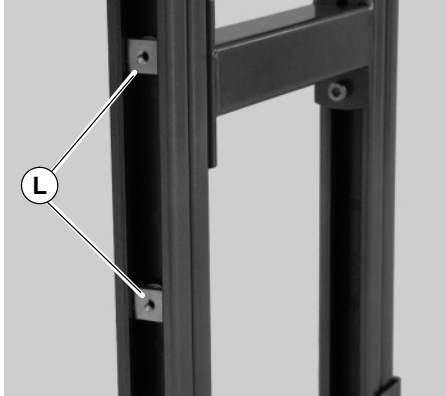

Abbildung 13
1. Feder-T-Nutensteine (L siehe Abbildung 13) in Stahlstützbein installieren.